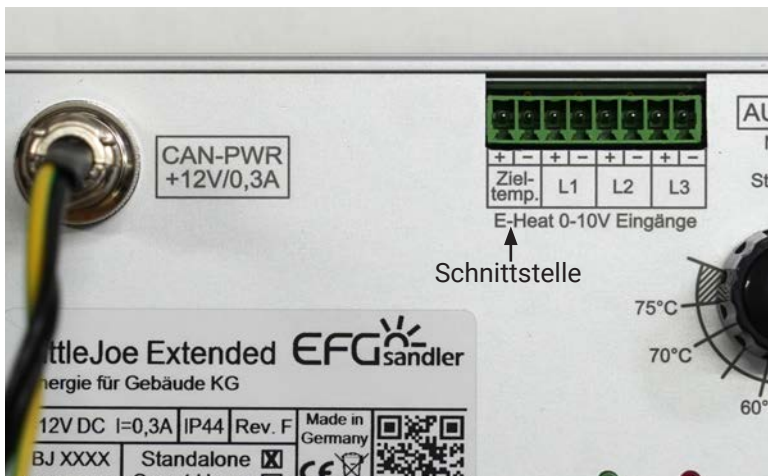

Abb. 27: 0-10V-Schnittstelle mit der Bezeichnung "Zieltemp." zur Vorgabe der Zieltemperatur
- über den 0-10V-Eingang mit der Bezeichnung "Zieltemp." (Abb. 27) bzw.
Schließen Sie die Quelle ihres Gerätes zur Temperaturregelung an den 0-10V-Eingang mit der Bezeichnung "Zieltemp." an (Abb. 27). Achten Sie beim Einstecken des 8-poligen Steckers auf die korrekte Polarität.